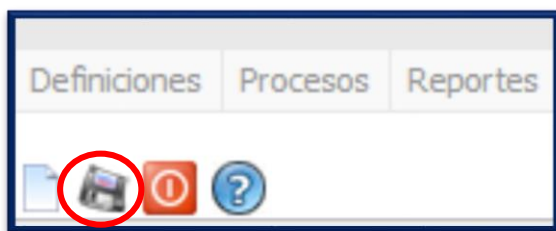

Imagen 33: Icono Guardar de la Barra de Herramientas.
8.- Por último, una vez que se tiene registrada la Unidad de Medida se le debe hacer clic en el **Icono “Guardar”** (imagen 33), el cual se encuentra resaltado dentro de un circulo de color rojo, el cual está ubicado en la **barra de herramientas de la pantalla**, dicha barra está en la parte de arriba del lado izquierdo.